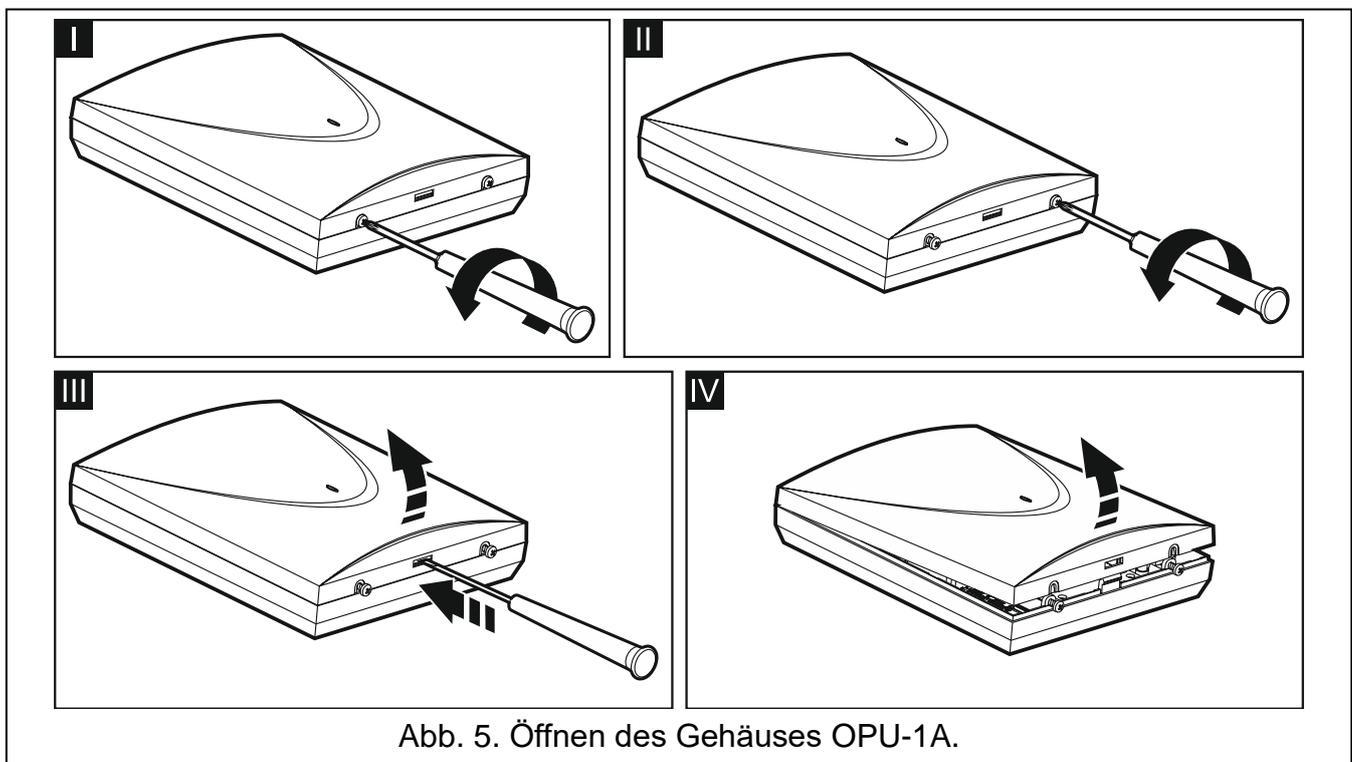

Abb. 5. Öffnen des Gehäuses OPU-1A.
1. Lösen Sie die Schrauben zur Sperrung des Deckels und nehmen Sie den Deckel ab (Abb. 5).